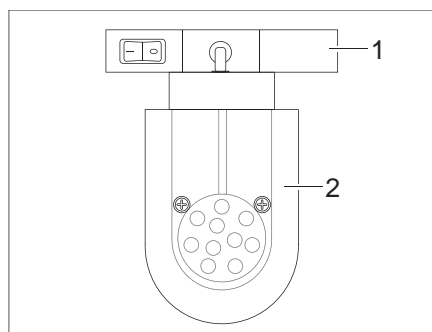

Fig. 106 Foco de LED (ejemplo)
- Sujetar el soporte (Fig. 106,1) y girarlo en 90°.
- Extraer el foco de LED (Fig. 106,2) del sistema de rieles.
- Colocar el foco de LED (Fig. 106,2) en el sistema de rieles en la posición deseada y girarlo en 90°.